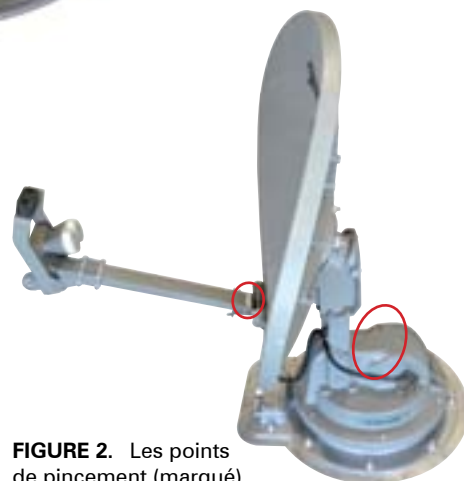

FIGURE 2. Les points de pincement (marqué)
Faites attention à ces points de pincement pendant l'élévation de l'antenne. Les points de pincement devraient être identifiés sur l'antenne (voir figure 2).
2. Vérifiez que « l'AVANT » de la plaque de transition fait face à l'avant du véhicule (voir figure 2).